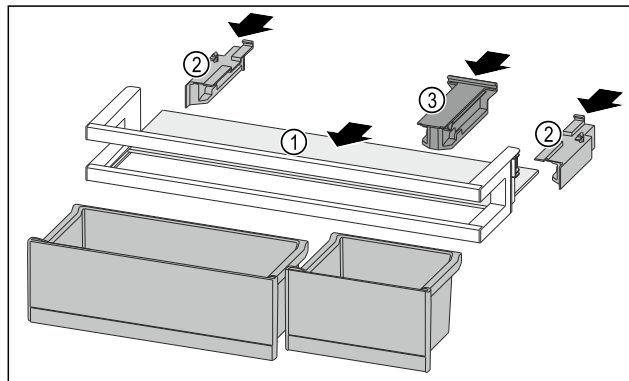

Fig. 245
- Inserire il ripiano Fig. 245 (1) negli incavi laterali.
- Inserire gli elementi laterali Fig. 245 (2).
- Inserire l'elemento di tenuta Fig. 245 (3).